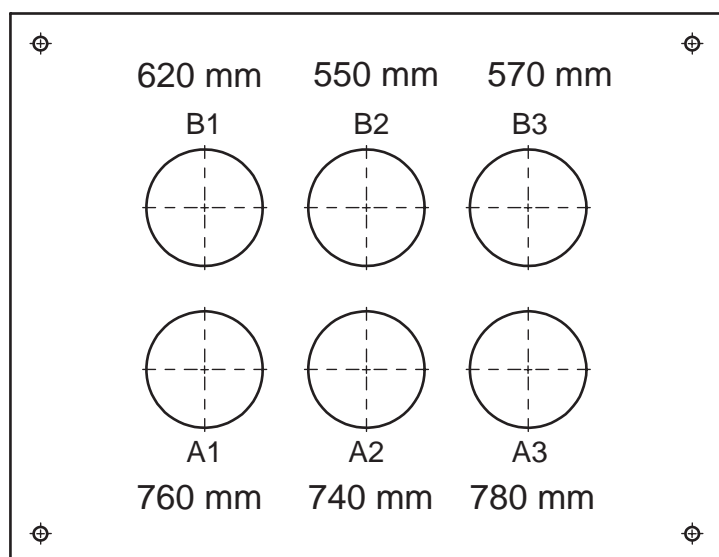
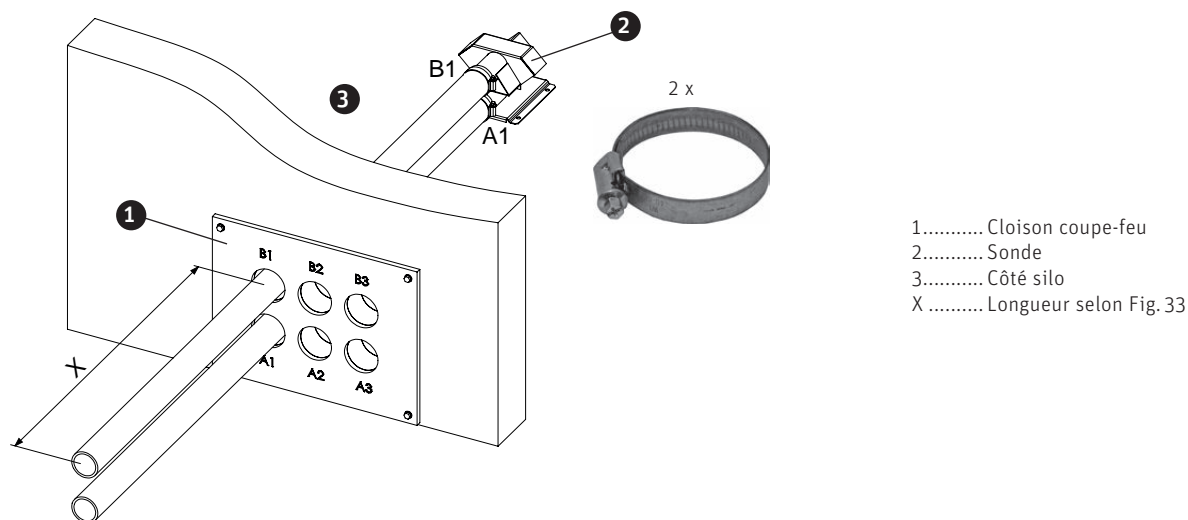

Fig. 33 Indication de la longueur et désignation de raccordement de A1 à A3 et de B1 à B3
Fig. 34 Coupe à longueur du tuyau hors du silo
- ▶ Insérer le tuyau à travers la cloison coupe-feu à l'ouverture « A1 » (Fig. 33) et le poser proprement dans le silo de stockage jusqu'à la 1re sonde – Fig. 34.
- ▶ Brancher le tuyau sur le raccord du bas (A1) et le fixer avec le collier – Fig. 34.
- ▶ Découper le tuyau à l'extérieur du silo de stockage à la longueur respective indiquée « A1 » – Fig. 33, Fig. 34.
- ▶ Dénuder le fil de terre sur le rouleau de tuyau. Insérer le tuyau dans le passage par l'ouverture « B1 » et le poser soigneusement, dans le silo, jusqu'à la 1ère sonde – Fig. 33, Fig. 34.
- ▶ Brancher le tuyau sur le raccord du haut (B1) et le fixer avec le collier – Fig. 34.
- ▶ Découper le tuyau à l'extérieur du silo de stockage à la longueur respective indiquée « B1 » – Fig. 33, Fig. 34.